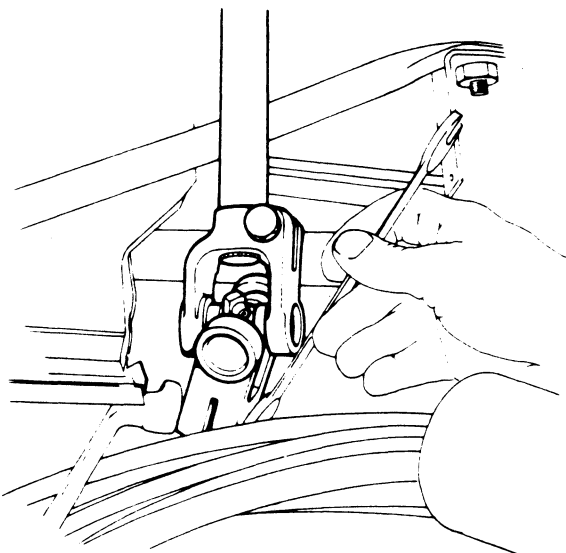

Fig. 12
- De stuurstang is met een kruiskoppeling gemonteerd op het stuurhuis. Draai de onderste klembout van de kruiskoppeling los om de stuurstang af te nemen (Fig. 12).